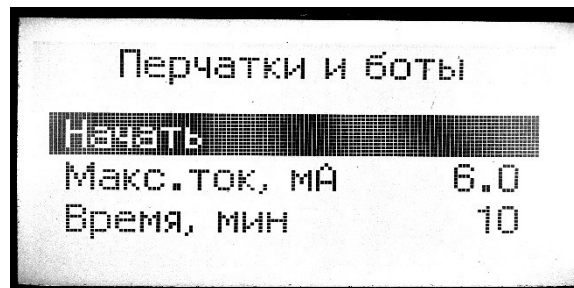
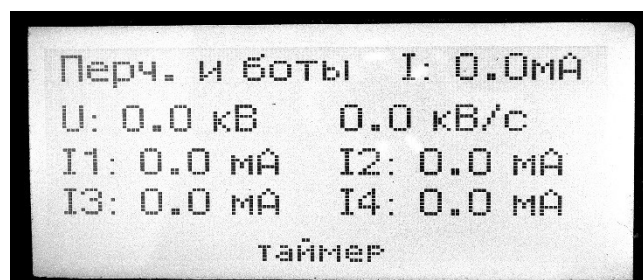

Рис. 8.20
Рис. 8.21
При повторном включении блока управления в режиме «Перчатки и боты» стенд будет готов к работе с сохранёнными ранее настройками (вид экрана см. рис. 8.20)
8.5.10. После установки настроек следует активизировать строку «НАЧАТЬ» (рис. 8.20) и нажать кнопку «ВЫПОЛНИТЬ», при этом автоматически включится звуковой сигнал, красный свет и т.д. Вид экрана приведен на рис. 8.21.
настроек , то при последующем включении стенда он начнёт свою работу со странички настройки – рис. 8.20.